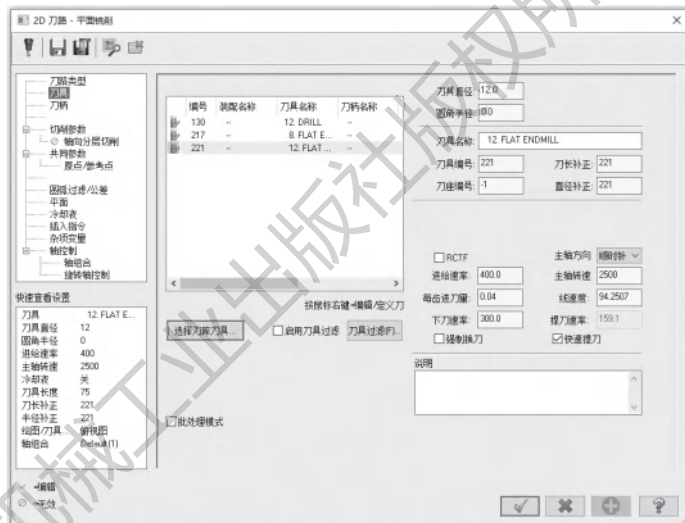

图 10-3 设置刀具参数
2) 系统弹出【2D 刀路 - 平面铣削】对话框，打开【刀具】选项卡，创建直径为 12mm 的立铣刀，设置【进给速率】为 400.0mm/min，【下刀速率】为 300.0mm/min，【主轴转速】为 2500.0r/min，勾选【快速提刀】选项，如图 10-3 所示。